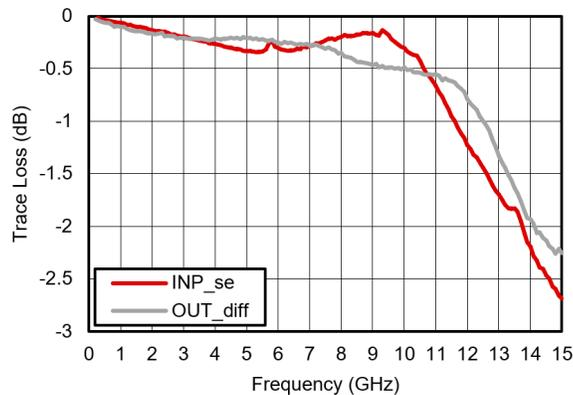

图 2-3. PCB 布线损耗与频率的关系
4. 在增益测量期间，在器件的输入和输出侧补偿电路板布线损耗。图 2-3 给出了在 EVM 上测量的典型输入和输出布线损耗。
4. 如果器件输出端之后的损耗比较显著，则必须将输出损耗包含到 NF 测量中。方程式 1 展示了用于根据所测量的 NF 来计算器件噪声系数的级联噪声因子的 Friis 方程。然后，可以提取器件的噪声系数  $F_1$  并将其转换为对数刻度以给出 TRF1213 NF。图 2-3 显示了 EVM 布线本身的损耗。
对于输出 IP3 计算，考虑到 TRF1213EVM 输出与频谱分析仪输入之间所需频带下的合并损耗。合并功率损耗是由于 PCB 输出布线、射频同轴电缆、180° 无源平衡-非平衡变压器以及出于外部匹配目的而使用的任何衰减器垫导致的。方程式 2 给出了计算出的 OIP3。器件输出端的损耗  $P_{LOSS}$ ，is found using the combination of the 图 2-3 and any attenuation added after the EVM.